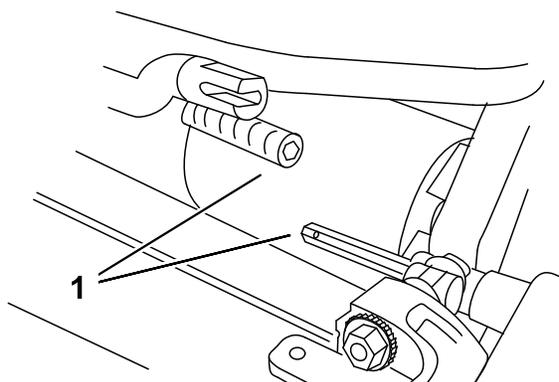

图6
3. 将滚刀组推入主机下方左侧的位置接合变速箱联轴器 图6。